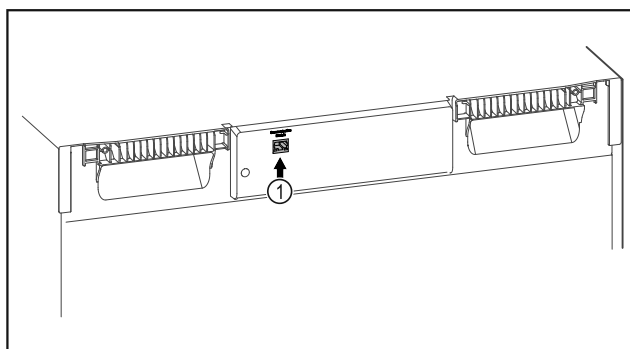

Fig. 136
- Le SmartModule Fig. 136 (1) est en place.